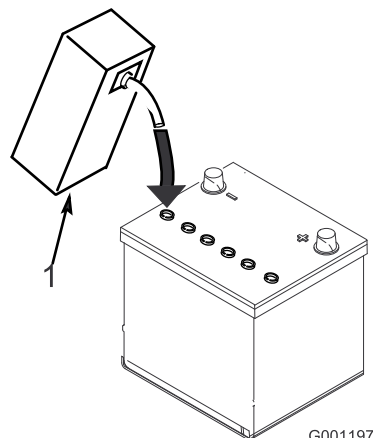

図 7
3. 各セルに慎重に電解液を満たす。電極板が 6 mm程度水没するぐらいが適当（図 7）。
4. 電極板が液を吸収するまで20～30分間程度待つ。必要に応じて、電極板が6 mm程度水没するぐらいに電解液を補充する(図 7)。